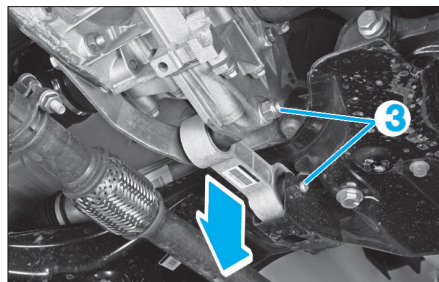

FIG. 10
- De chaque côté, déposer les vis de fixation (3) de la biellette de couple puis l'extraire (Fig.10).